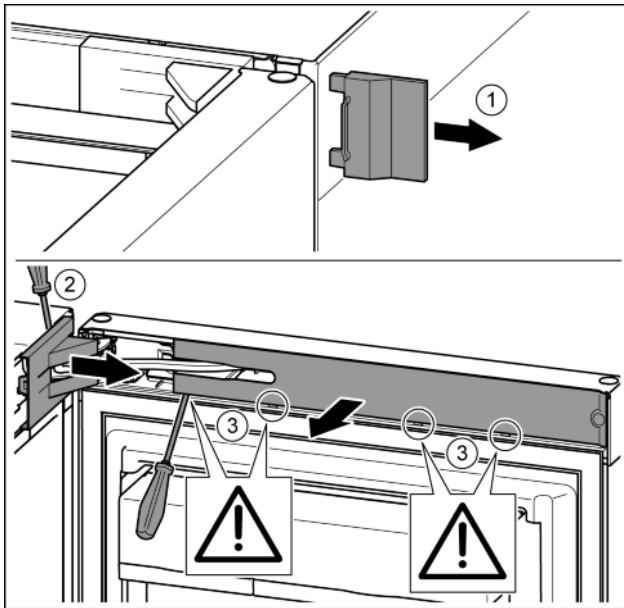

Fig. 8
- Äußere Abdeckung abnehmen. Fig. 8 (1)
- Lagerbockabdeckung mit Hilfe eines Schraubendrehers austrasten und lösen. Lagerbockabdeckung abnehmen. Fig. 8 (2)
- Blende mit Schlitzschraubendreher austrasten und zur Seite schwenken. Fig. 8 (3)